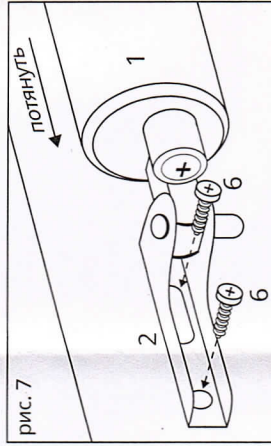

рис. 7
6) Для гарантированного закрывания двери необходимо обеспечить преднатяг доводчика, для этого прикрутите башмак к дверному полотну, подтянув тело доводчика в сторону от кронштейна (рис. 7).